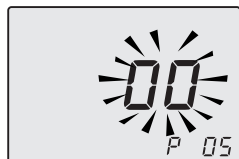

Figura 8.5
- Scorrere i vari parametri utilizzando i tasti 18 o 19 fino a far apparire sul display LCD le lettere **P05** e il valore del parametro, indicati l'entrata nel "parametro 05" (Figura 8.5).